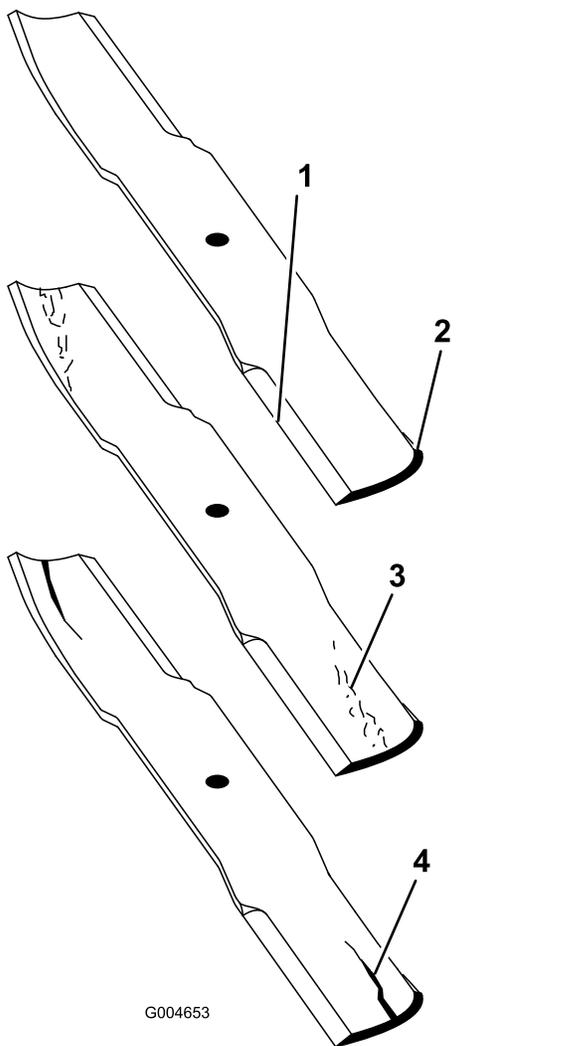

Рисунок 90
2. Осторожно проверьте режущие кромки ножей, особенно в точке соединения плоской и изогнутой частей ножа (Рисунок 90).
Примечание: Так как песок и абразивные материалы могут вызвать износ металла, соединяющего плоскую и изогнутую части ножа, проверьте нож перед использованием газонокосилки. В случае обнаружения износа (Рисунок 90) замените нож.